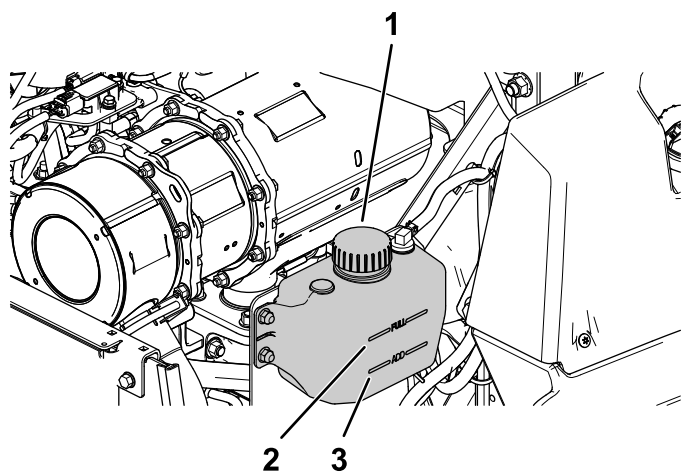

Figura 56
2. Compruebe el nivel de refrigerante en el depósito de expansión (Figura 56).
3. Si el nivel de refrigerante es bajo, retire el tapón del depósito de expansión y añada el refrigerante especificado (Figura 56).